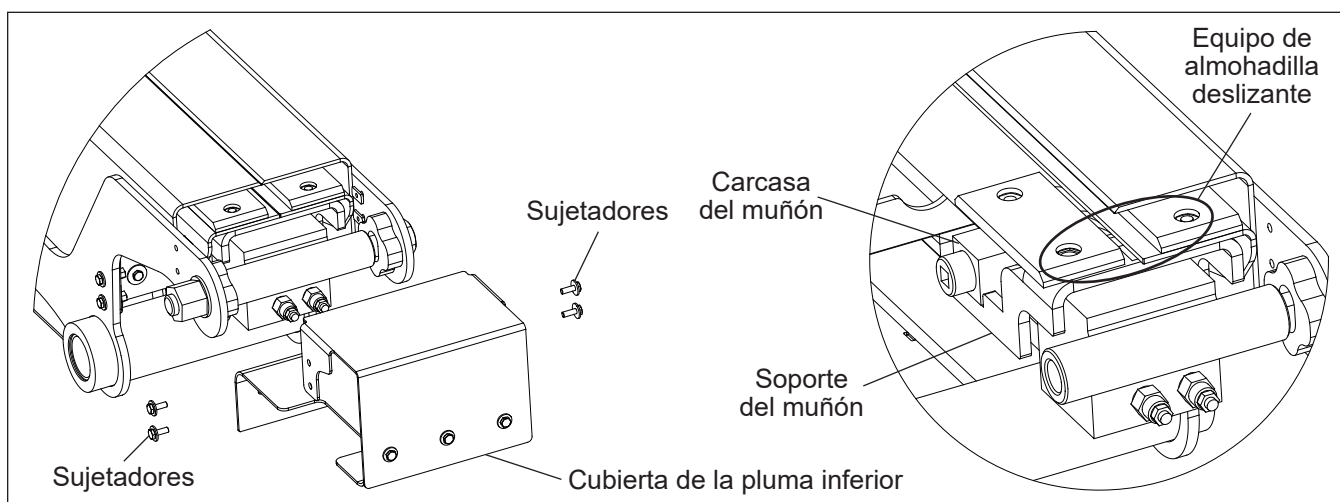

Figura 4.11 — Instalación del kit de soporte del cilindro
1. Retire los sujetadores que fijan la cubierta a la parte trasera de la pluma inferior (consulte la Figura 4.11). Deje que la cubierta cuelgue, dejando al descubierto el cilindro de extensión y el manguito de la pluma superior.